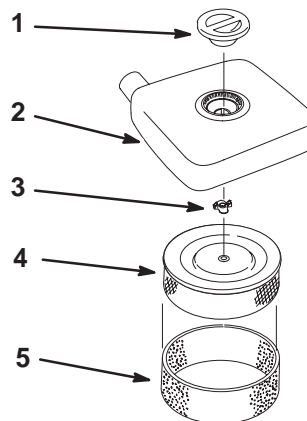

Figure 38
3. Nettoyez la surface autour du filtre à air pour éviter que des impuretés ne s'introduisent dans le moteur et l'endommagent. Dévissez le bouton et déposez le couvercle du filtre à air (Fig. 38).
4. Glissez délicatement l'élément en mousse hors de l'élément en papier (Fig. 38).
5. Dévissez l'écrou du couvercle et retirez l'élément en papier (Fig. 38).
1. Glissez délicatement l'élément en mousse sur l'élément en papier (Fig. 38).
2. Posez l'ensemble filtre à air sur sa base (Fig. 38).
3. Reposez le couvercle du filtre à air et fixez-le en place avec l'écrou (Fig. 38).